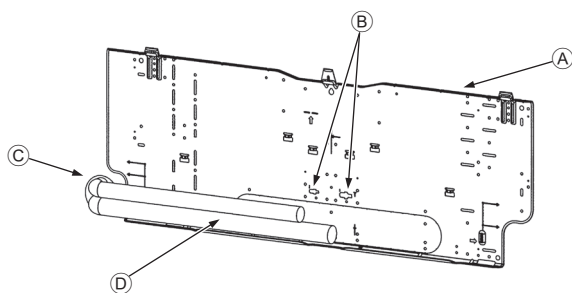

Fig. 3-5
3.3. Lors de l'insertion des tuyaux dans le mur (Fig. 3-5)
- Ⓐ Plaque d'installation ①